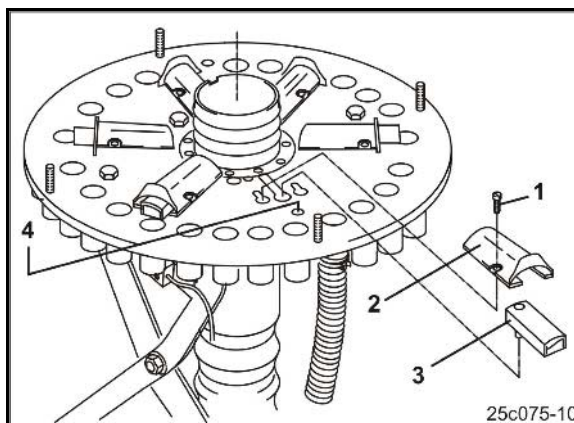

Рис. 128
В случае ненадобности заслонки (Рис. 128/2) деактивируйте. Деактивированные заслонки не закрывают подводящие линии к сошникам техколеи.
5. Открутите болты (Рис. 128/1) lösen.
6. Удалите туннель заслонки (Рис. 128/2) entfernen.
7. Заслонка (Рис. 128/3) установлена, как изображено, в направляющей.
8. Поверните заслонку (Рис. 128/3) и вставьте в отверстие (Рис. 128/4).
9. Прикрутите шахту для заслонок (Рис. 128/2) на монтажной пластине.